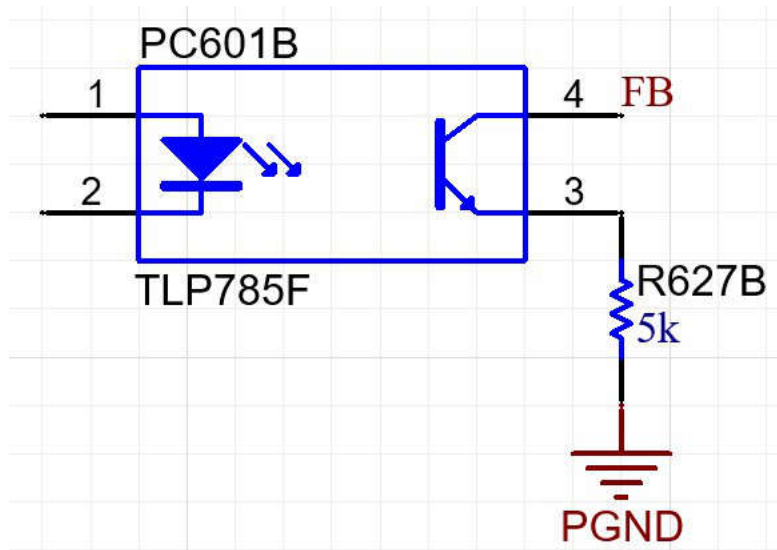

図 1-2. FBReplica 測定回路
- 図 1-2 に示すように、FBReplica 電圧は、フィードバックオプトカプラのエミッタとグラウンドの間に 5k の抵抗を挿入することによって測定します。計算は、式 1 でできます。